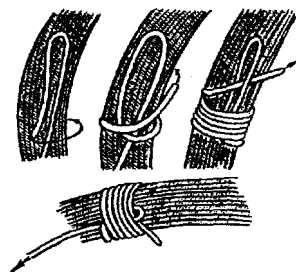

Рис. 64.
4. Веревка укороченной петли в бухте вытягивается в сторону от маркировочного узла, пока петля маркировочного узла не затянется и не обожмет ходовой конец (рис. 64).